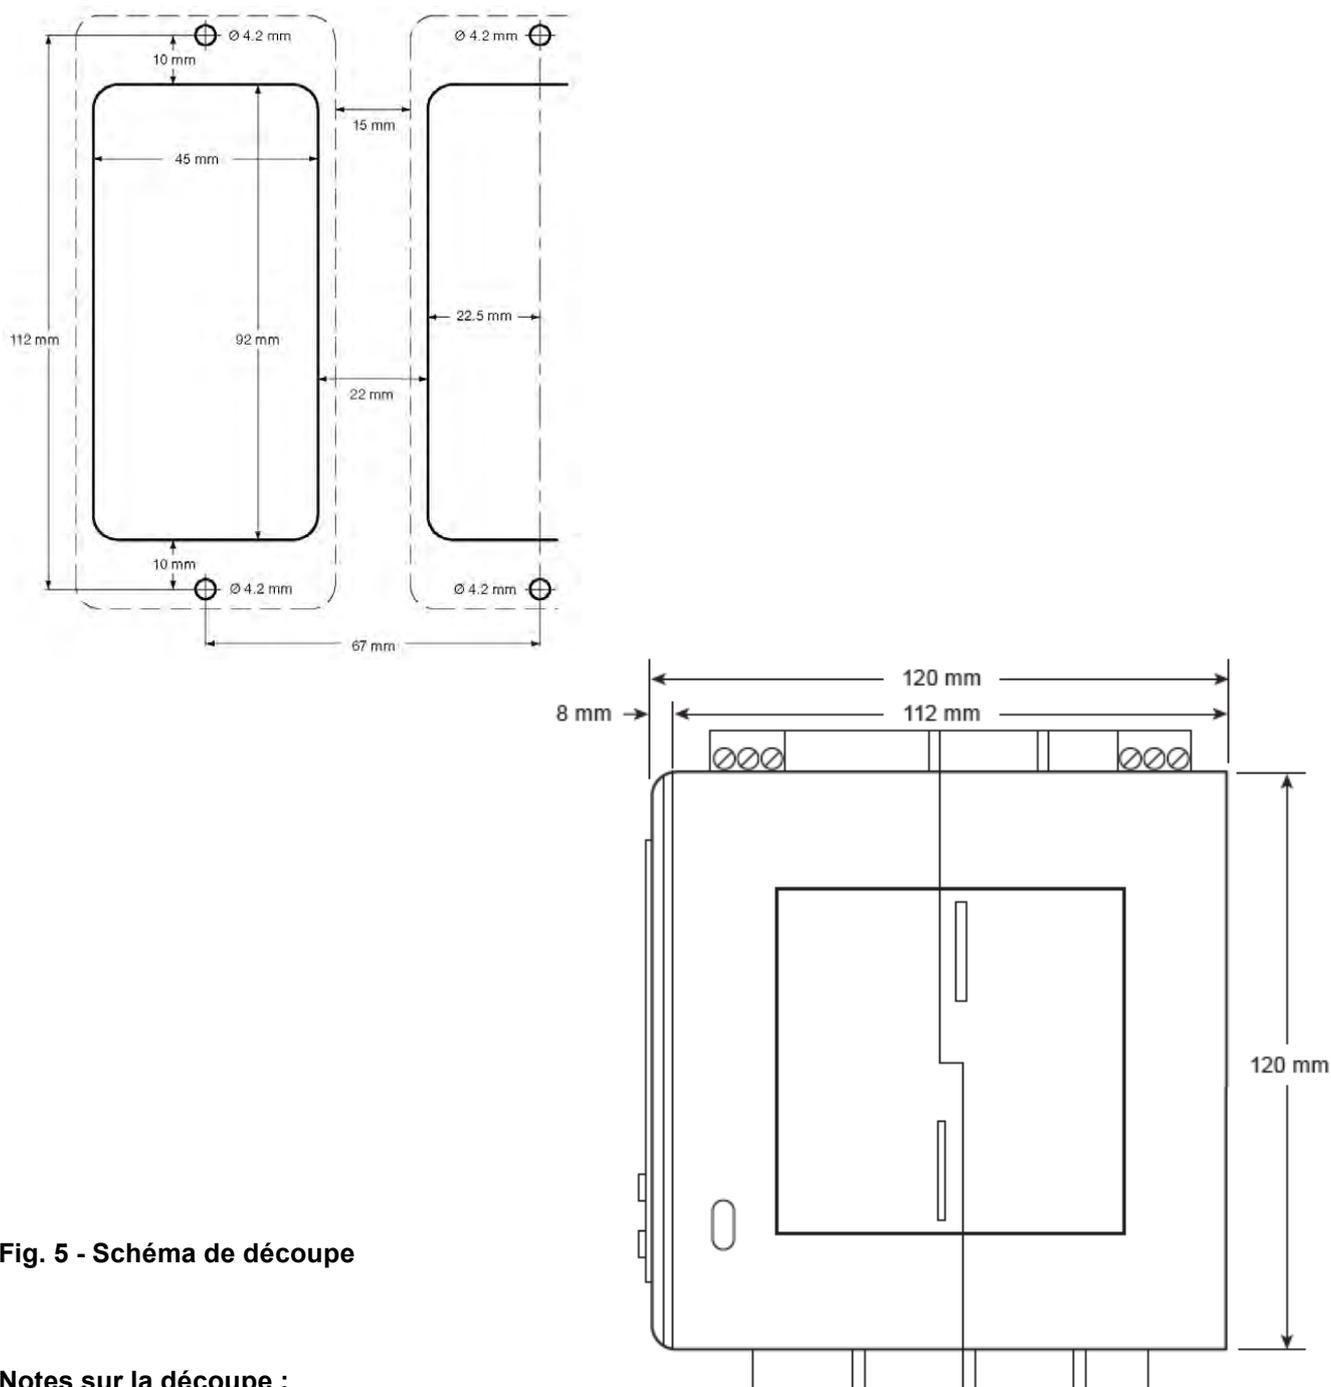

Fig. 5 - Schéma de découpe
- Percer des trous dans la plaque du châssis comme montré sur la Fig. 5.
- Découper le panneau aux dimensions données sur la Fig. 5. Percer les trous de vis dans le panneau dont les positions sont indiquées sur la Fig. 5.